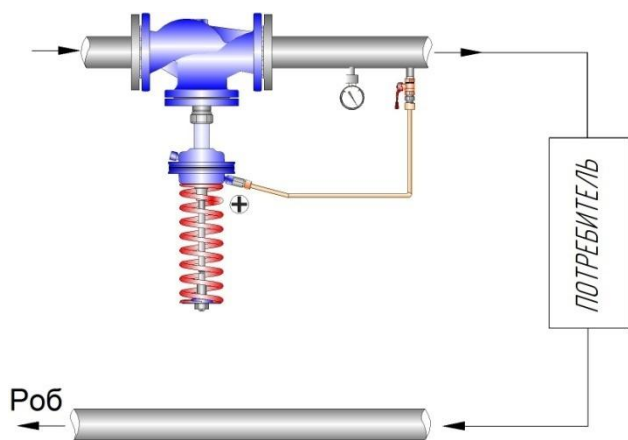

Рис.9 - Включение регулятора УРРД-НО
6.1.1. Монтаж регулятора давления «после себя» и «до себя» проводить согласно схеме рис. 9 и 10.
- Подать давление в импульсную линию, соединяющую камеру «+» гидропривода, плавно открыв запорный кран (рис. 9 и 10).